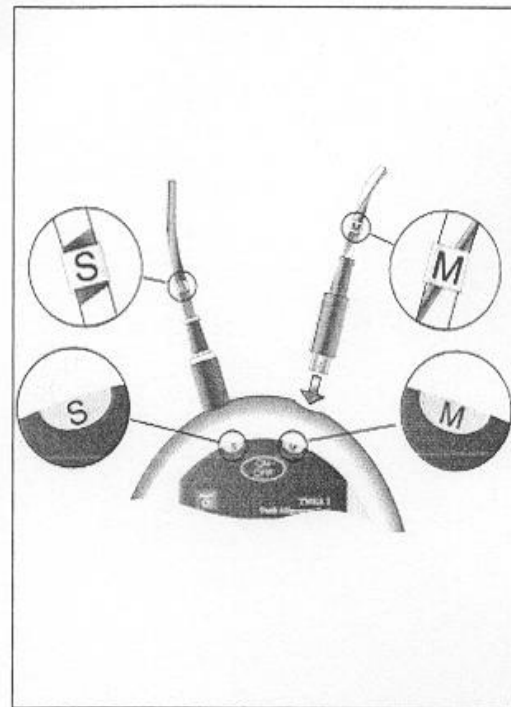

Fig. 10 Ligação das unidades
- b) Ligue as unidades de medição à unidade do visor. Assegure-se de que a marcação nos cabos corresponde á marcação da porta na unidade do visor (fig. 10).